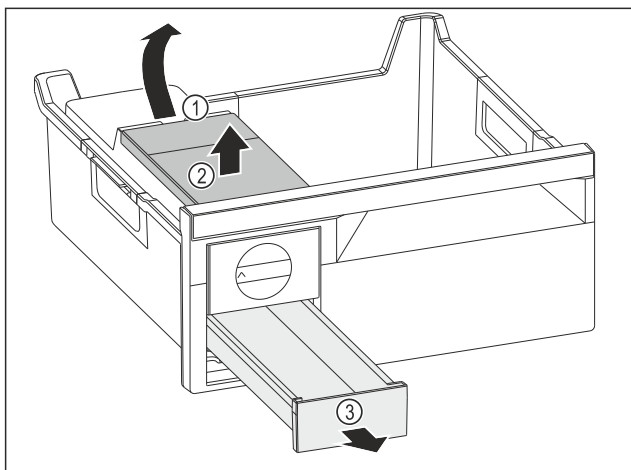

Fig. 241
- ▶ Odstranjevanje rezervoarja za vodo: Dvignite rezervoar za vodo za izrez Fig. 241 (1).
- ▶ Rezervoar za vodo Fig. 241 (2) dvignite in odstranite.
- ▶ Predal za ledene kocke Fig. 241 (3) povlecite naprej in odstranite.